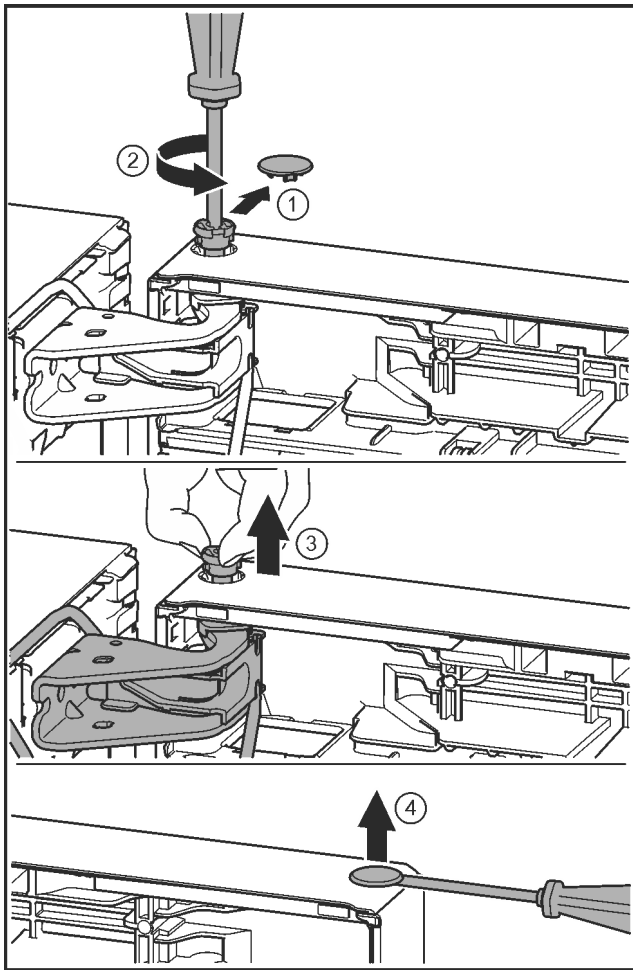

Fig. 21
- ▶ Sicherungsabdeckung vorsichtig abziehen. Fig. 21 (1)
- ▶ Bolzen mit Schraubendreher T15 ein Stück herausdrehen. Fig. 21 (2)
- ▶ Tür festhalten und Bolzen mit den Fingern herausziehen. Fig. 21 (3)
- ▶ Stopfen aus der Tür Lagerbuchse vorsichtig mit einem Schlitzschraubendreher anheben und herausziehen. Fig. 21 (4)